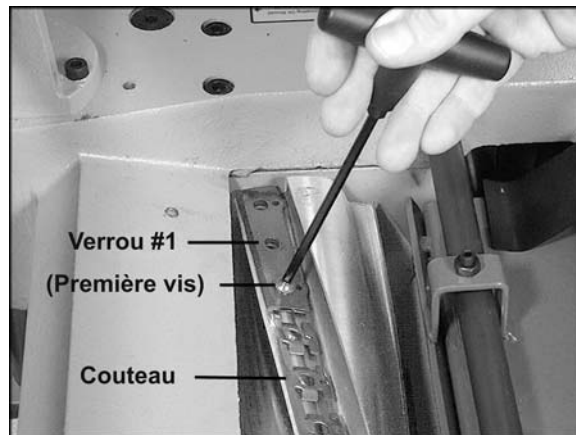

Figure 18 - Modèle 15S uniquement
3. Retirez les vis de verrou à l'aide de la clé hexagonale à manche en forme de T, tel que l'illustre la Figure 18 et retirez les écrous l'un après l'autre.
6. **IMPORTANT :** Pendant que l'installation du couteau se poursuit, assurez que les ailes des deux extrémités de chaque trou (voir Figure 18) sont complètement introduites dans la rainure de la tête de la découpeuse. Le non respect de ces instructions peut provoquer une brisure du couteau au cours du fonctionnement.